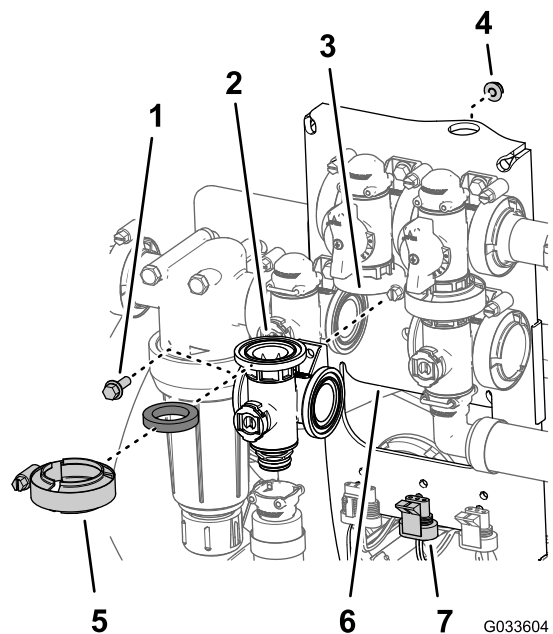

Figura 127
1. Alinee la brida del distribuidor de la válvula de agitación, una junta y la brida de la válvula de desvío de agitación (Figura 127).
9. Monte la válvula de agitación en el soporte de la válvula con el perno con arandela prensada y la contratuerca con arandela prensada (Figura 127) que retiró en el paso 3 de Retirada de la válvula multivía de agitación \(página 83\), y apriete el perno y la tuerca a 10-12 N·m.